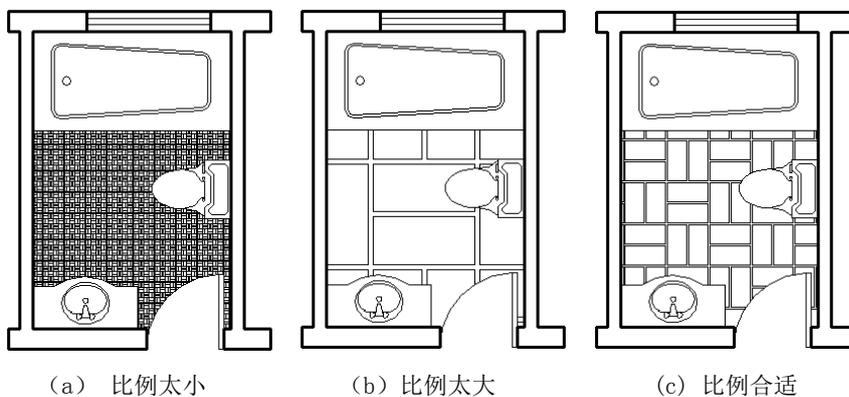

图 6-3 预览填充结果
- 5) 在【边界】项中，点击【拾取点】按钮后，在要填充的卫生间内点击一点来选择填充区域，预览填充结果如图 6-3 所示。
6) 在图 6-3 中, 比例为“1”时出现 (a) 情况, 说明比例太小; 重新设定比例为“10”, 出现 (b) 情况, 说明比例太大; 不断重复地改变比例, 当比例为“3”时, 出现 (c) 情况, 说明此比例合适。